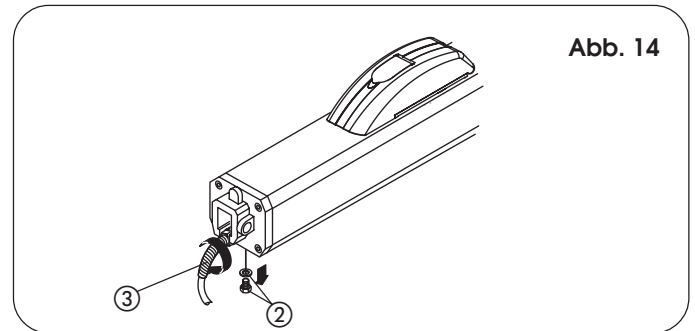

Abb. 14
- A) Die beiden schwingungsdämpfenden Distanzstücke ② auf den vorderen Flansch einsetzen.
- B) Das Schutzgehäuse einföhren und hierzu kräftig in die hintere Abdeckung ① eindrücken.
- C) Das Schutzgehäuse mit der selbstschneidenden Schraube ③ befestigen.
- D) Die vordere Abdeckung ⑤ auf das Schutzgehäuse aufsetzen und es mit dem FIX Verschluss ④ befestigen.
13) Den Biegeschutz für Stromkabel montieren (Bez. ③, Abb. 14).
- Die Abdeckung anheben (Abb. 14).
- Die Schraube abschrauben (Abb. 14, Bez. ③), mit der der Griff befestigt ist, und den Griff herausziehen (Abb. 14, Bez. ④).
- Die Schubkraft mit Hilfe der entsprechenden Schrauben am Antrieb einstellen (Bypass) (Abb. 14, Bez. ⑤ und ⑥).
- Nach der Einstellung den Griff wieder positionieren (Abb. 14, Bez. ④) und dafür die Schraube wieder anschrauben (Abb. 14, Bez. ③).
- Die Entlüftungsschraube entfernen (Abb. 14, Bez. ②).